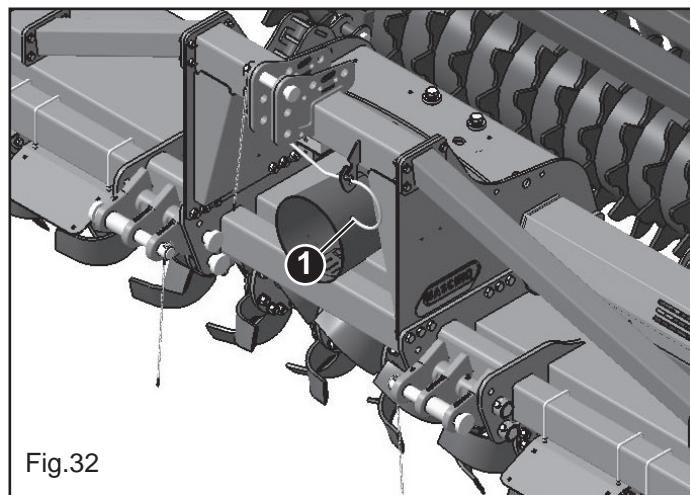

Fig.32
- 2) Sostener el árbol cardánico con el relativo soporte (1 Fig.32).